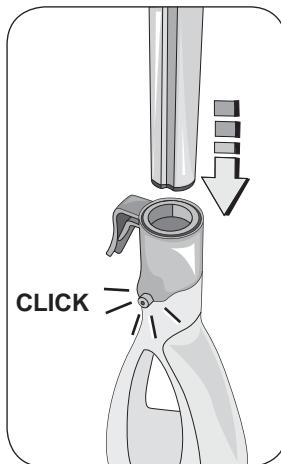

Fig. 5
Assembler la tige télescopique (J) et le corps de l'appareil (Fig. 5). Ouvrir le cran de réglage (K) et allonger la tige télescopique sur la dimension voulue (Fig. 4). La tige télescopique a un seul sens de montage dans le corps de l'appareil (F). Quand le montage est correct, un "clic" se produit (Fig. 5).